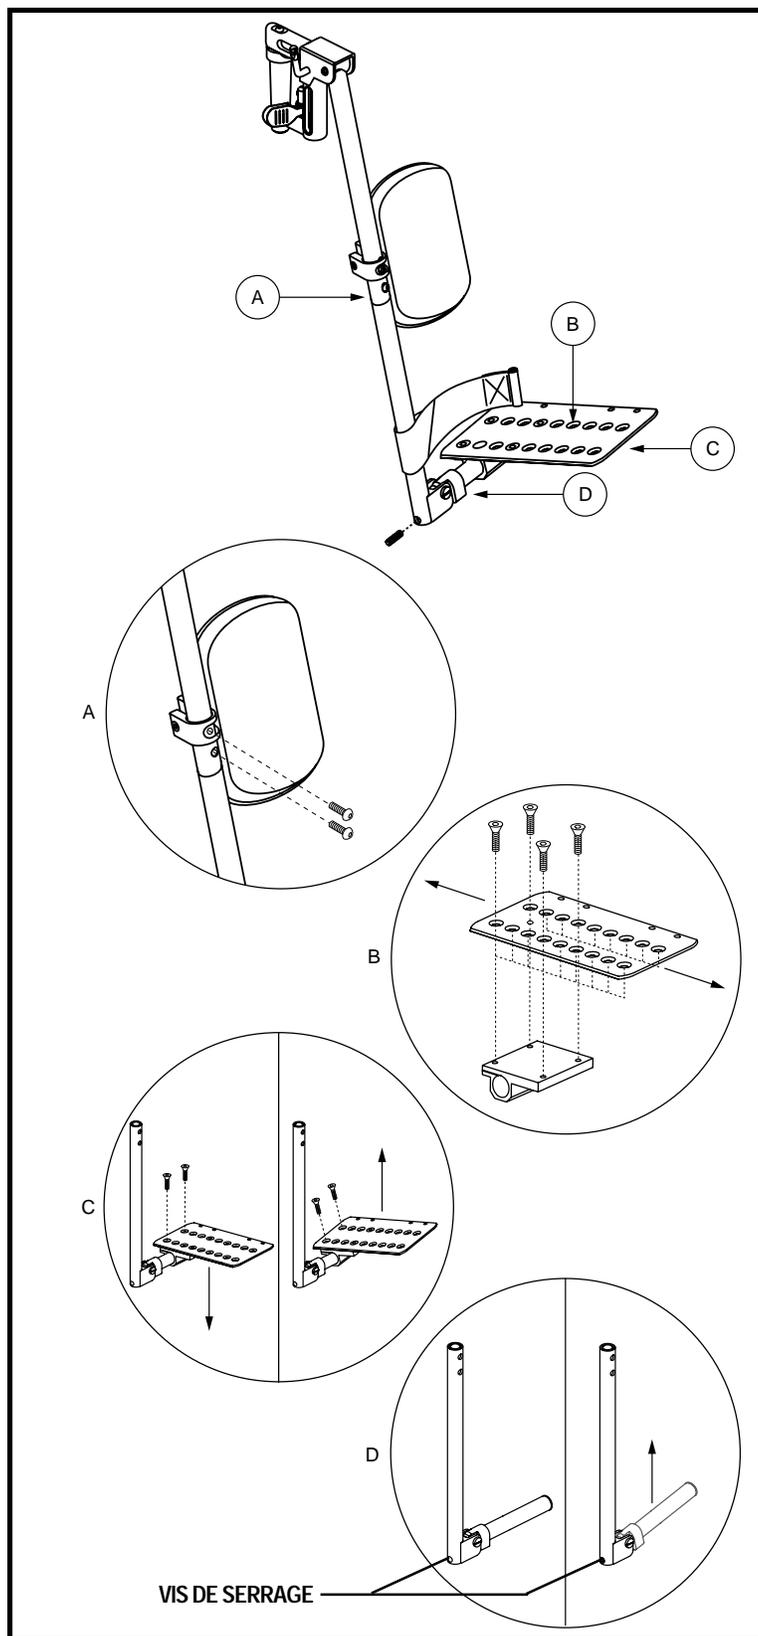

Figure 30. Palette multiaxes (appui-jambe ELR montré)
La palette multiaxes peut être installée sur un appui-jambe élévateur ou sur un appui-pied escamotable. La palette multiaxes peut s'ajuster de 4 façons: (A) hauteur de l'appui-mollet, (B) position, (C) inclinaison et (D) angle. Voir la figure 30.